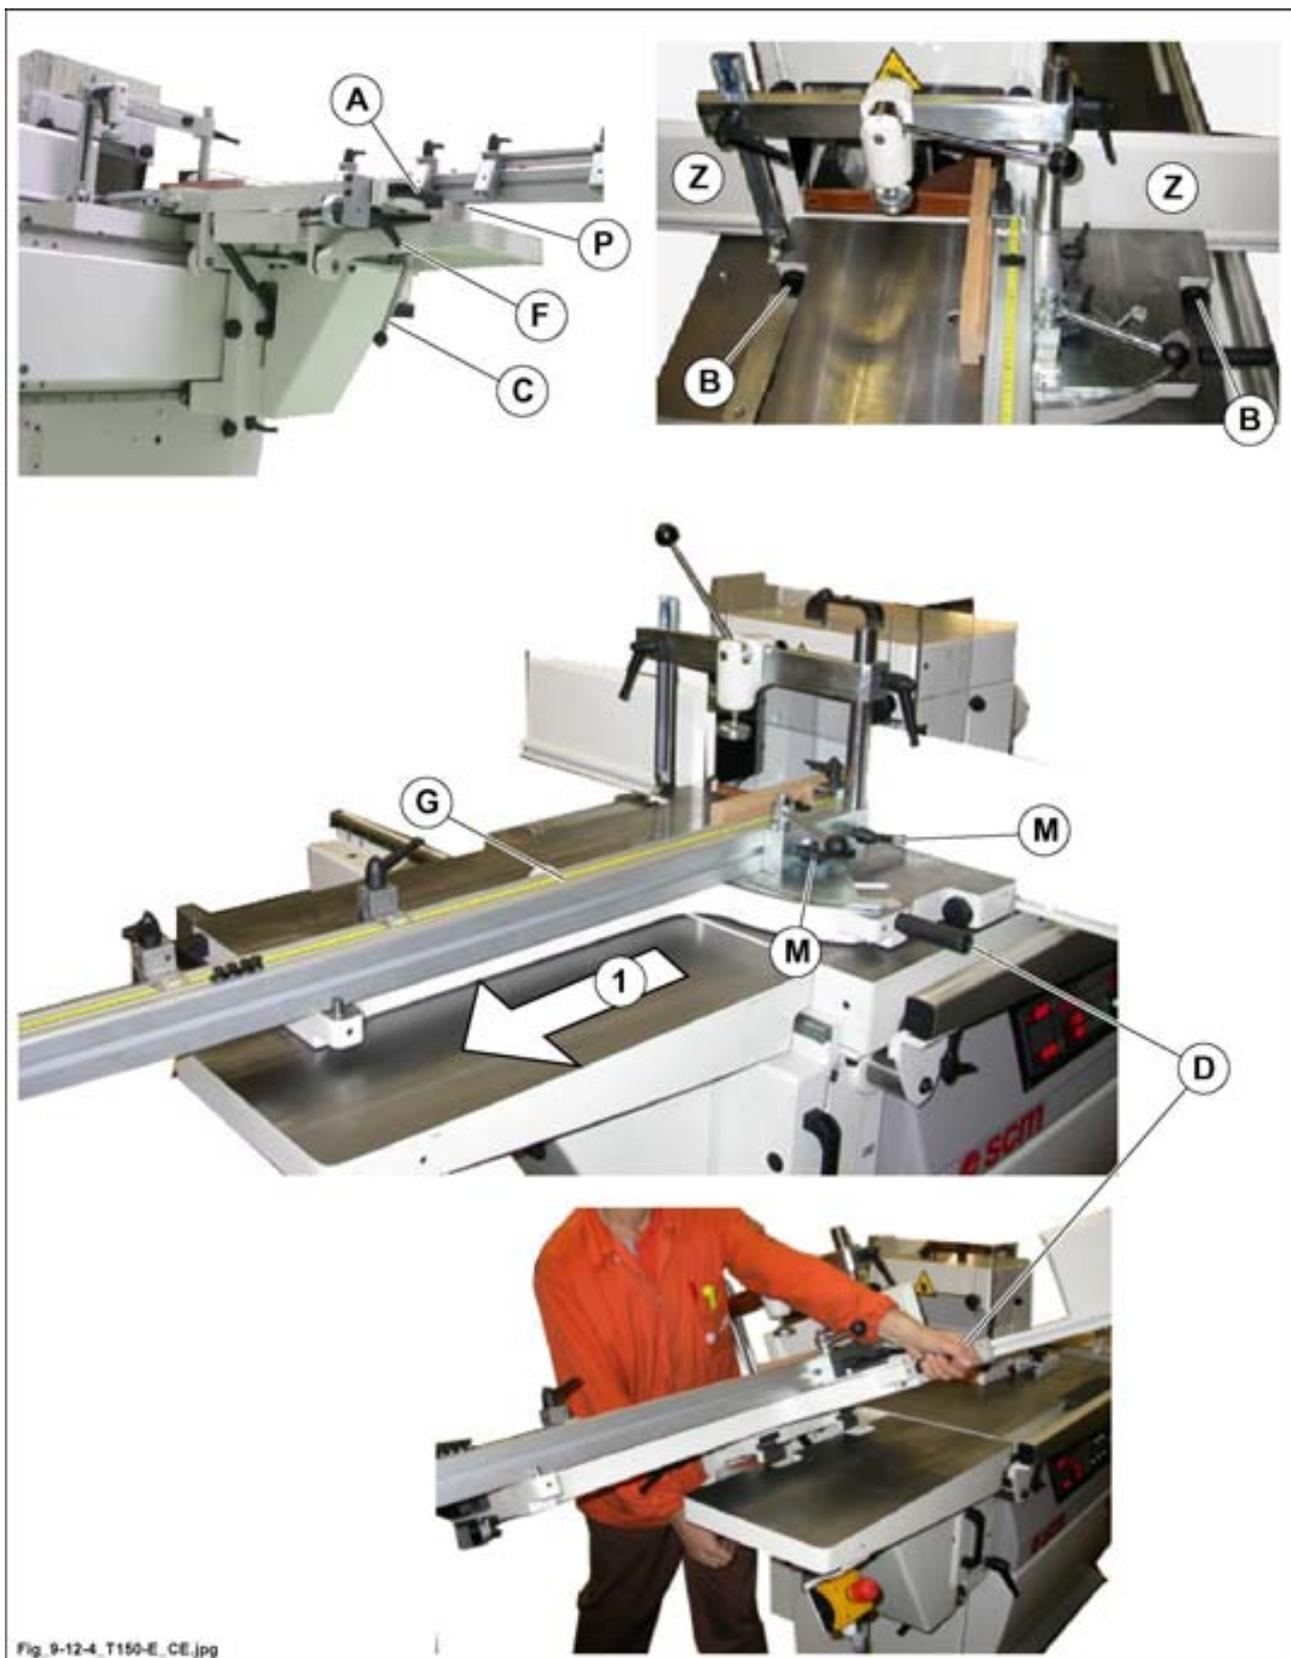

Fig. 9.12-4
- débloquer le chariot pour tenonner (P fig. 9.12-4) avec le levier (F fig. 9.12-4) et le déplacer jusqu'en butée, dans la direction de la flèche (1 fig. 9.12-4) en faisant prise sur la poignée (A fig. 9.12-4);
- Rebloquer le chariot dans la nouvelle position en agissant sur le levier (F fig. 9.12-4).
- Reculer la règle télescopique (G fig. 9.12-4) après avoir desserré les poignées (M fig.9.12-4).
- Rebloquer la règle télescopique (G fig. 9.12-4) dans la nouvelle position, toujours au moyen des poignées (M fig. 9.12-4).
- Desserrer les deux poignées (B fig. 9.12-4) et déplacer la protection pour bras (Z fig. 9.12-4), vers la partie antérieure de la machine.
- Débloquer la table en agissant sur le levier (C fig. 9.12-4).
- Saisir la poignée de prise (D fig. 9.12-4) et basculer complètement la table pour tenonner de 180°.